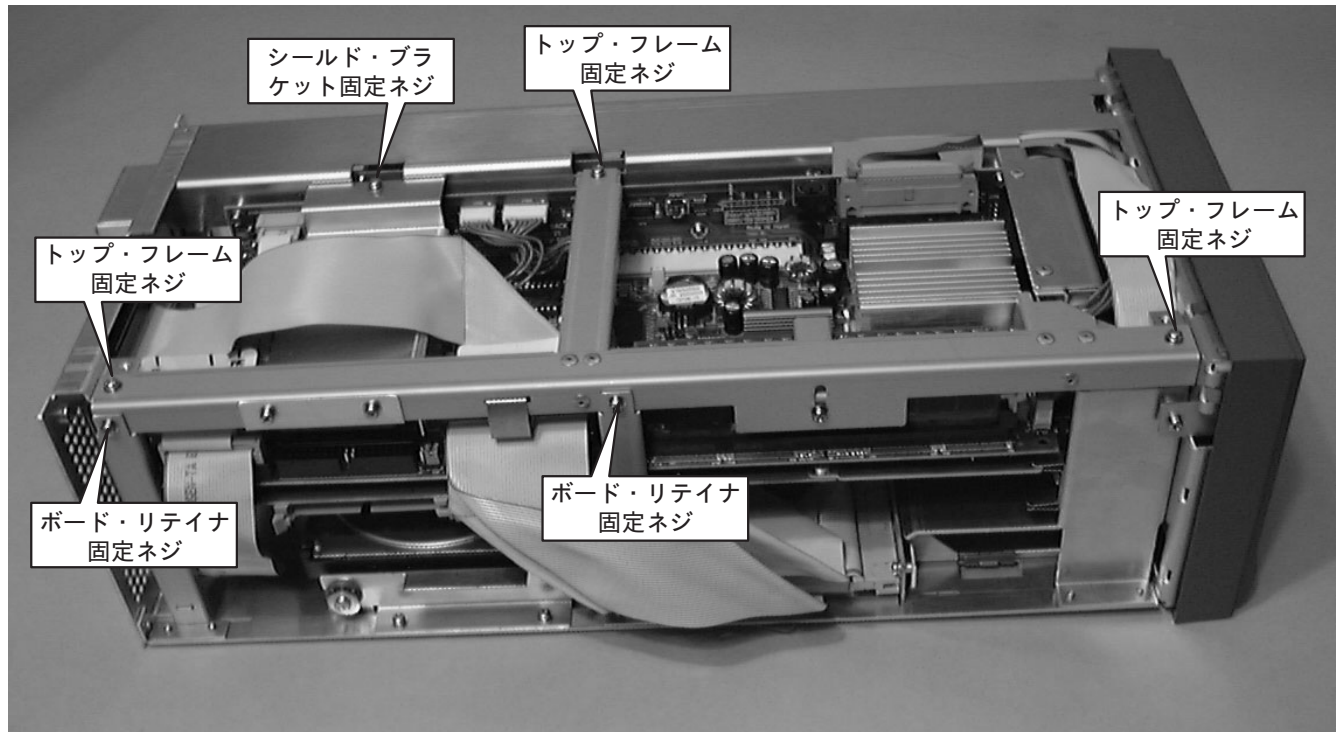

図2：ボード・リテナ、トップ・フレーム、およびシールド・ブラケット
6. #2 サイズ・フィリップス・ビット付ドライバを使用して、ボード・リテナをシャーシを固定しているネジを外します。図2 参照。
8. #2 サイズ・フィリップス・ビット付ドライバを使用して、シールド・ブラケットとトップ・フレームをシャーシに固定している 4 個のネジを外します。図2 参照。